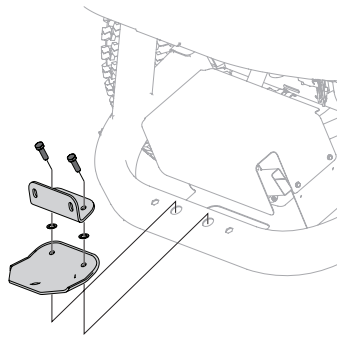

Figure 4
3. Installez l'ensemble du support sur le châssis inférieur du tracteur au moyen de deux vis d'assemblage (710-0376). Consultez la Figure 4.